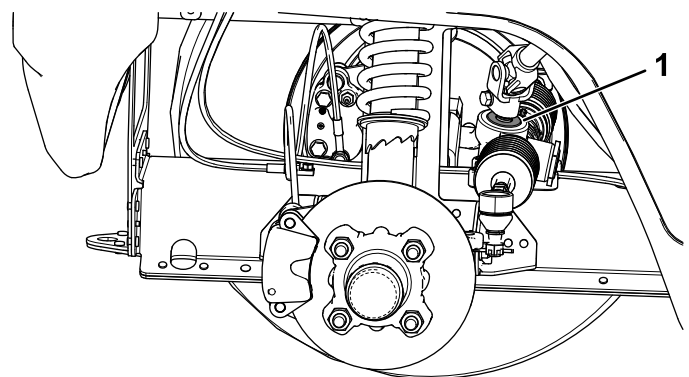

Рисунок 53
**Внимание:** Проверьте состояние и надежность уплотнения вала ведущей шестерни (Рисунок 53).